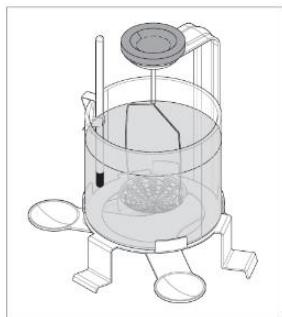

Figura 4.2-1
- Sospendere un supporto adatto dalla staffa per assicurarsi che non tocchi la parete del becher o il termometro\*. Se viene visualizzato un sottocarico, utilizzare il peso di compensazione come descritto nel capitolo 1 (controllare la figura 4.2-1 come esempio).